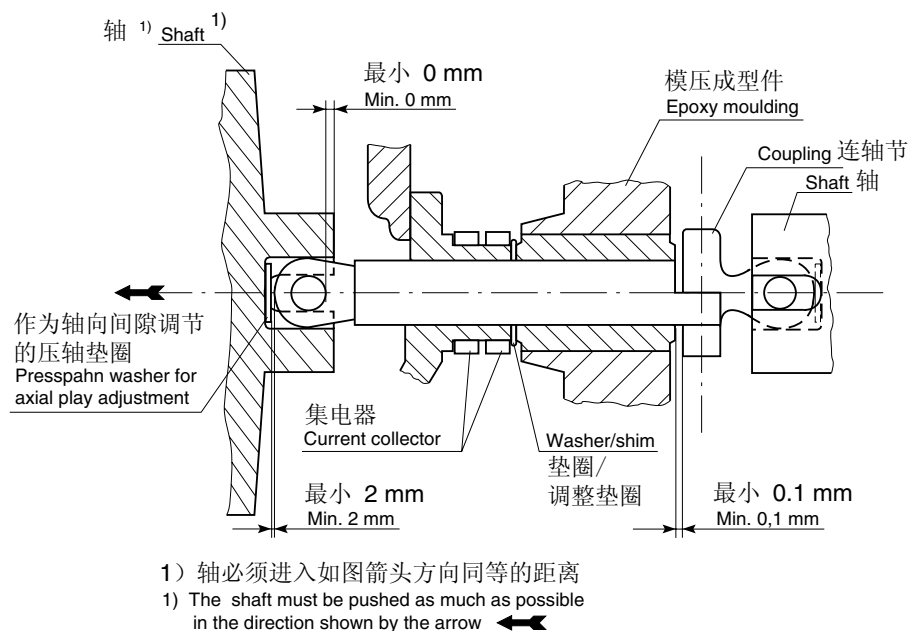

图7：间隙检查与调整
16. 同时检查触头臂的位置与电动机构的位置指示器上的位置是否一致，参阅开关的单相图，检查在图 7 上所示的所有间隙是否符合要求。如果需要的话，可以通过增加或减少调整垫片来调整间隙。